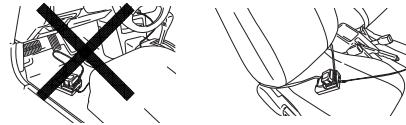

Bild 13
- Fäst batteriladdaren på plats i bilen. Använd medföljande remmar för att fästa batteriladdaren på plats och se till att den inte flyttar på sig plötsligt. (Se Bild 13)